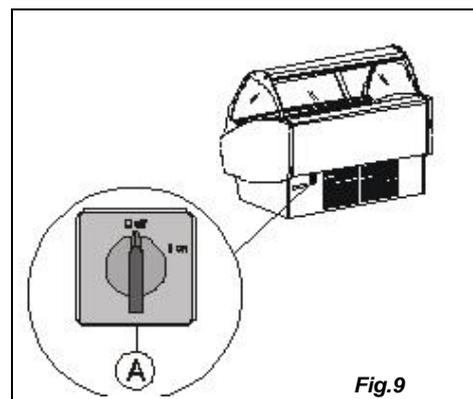

Fig.9
2. Actionner l'interrupteur général de la vitrine, qui se trouve sur le panneau de protection postérieur. Pour brancher l'alimentation électrique de la vitrine, veuillez mettre l'interrupteur général en position « 1 » (fig. 9 pos. A).